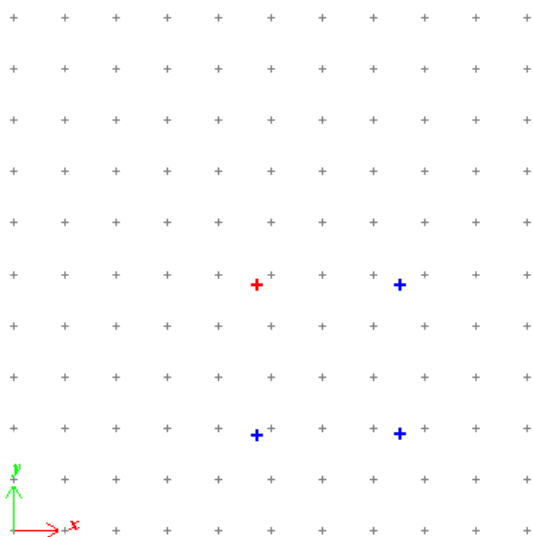

Рис.11.2.3. Выбранная точка
- снимите флажок **Первая точка** – и укажите на схеме точку (левая верхняя) сетки №2 так, как это показано на рис. 11.2.3. Текущая точка на схеме обозначится красным цветом;